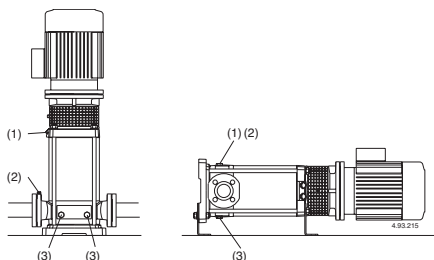

Fig. 4 (1) Remplissage et évent
Avec la **pompe au dessus du niveau de l'eau** (fonctionnement en aspiration, **fig. 3A**) ou avec un niveau d'eau en charge non suffisant (inférieur à 1 m) pour ouvrir le clapet de non-retour, remplir le tuyau d'aspiration et la pompe à travers du trou approprié (1) (**fig. 4**).
(2) Event aspiration
(3) Vidange
Avec le **niveau d'eau côté aspiration sur la pompe** (fonctionnement en charge, **fig. 3B**), remplir la pompe en ouvrant lentement et complètement la vanne sur le tuyau d'arrivée, en tenant ouverte la vanne de refoulement et les bouchons (1), (2) (**fig. 4**) pour purger l'air.
Serrer les bouchons d'évent (1), (2) (**fig. 4**), pour MXV-B, MXV(L) 25-32-40 et MXV(L)4 25-32-40 serrer la vis-éponge (14.17) dans le bouchon de vidange (14.12) (**fig. 4b**) et fermer l'évent (14.04).
Si l'on constate une perte d'amorçage (interruption du flux au refoulement, bien que les vannes soient ouvertes) ou si l'on note une oscillation de la pression indiquée par le manomètre, purger le tuyau d'aspiration (2), vérifier que tous les joints du tuyau d'aspiration soient parfaitement étanches et fermer les bouchons de purge (2) et les bouchons de vidange (3) sur l'aspiration (**fig. 4**).
Dans le cas d'une eau chargée de chlorures (chlore, eau de mer), le risque de corrosion augmente dans des conditions d'eau stagnante (ainsi que l'augmentation de la température et la diminution du pH). Dans ces cas, si la pompe ne fonctionne pas pendant une période prolongée, elle doit être vidée complètement. Si possible comme dans le cas d'utilisations temporaires avec des liquides sales, faire fonctionner la pompe avec de l'eau propre pour éliminer les dépôts. Préférer le rinçage immédiat de la pompe avec de l'eau propre (environ 40 litres), remplir par le bouchon (1) sur le refoulement et vidanger par le bouchon (3) sur l'aspiration (fig 4.).
Avant le démontage, débrancher la pompe de toutes sources d'alimentation électrique, fermer les vannes d'aspiration et tuyaux de refoulement et vider le corps de pompe (Fig. 4).